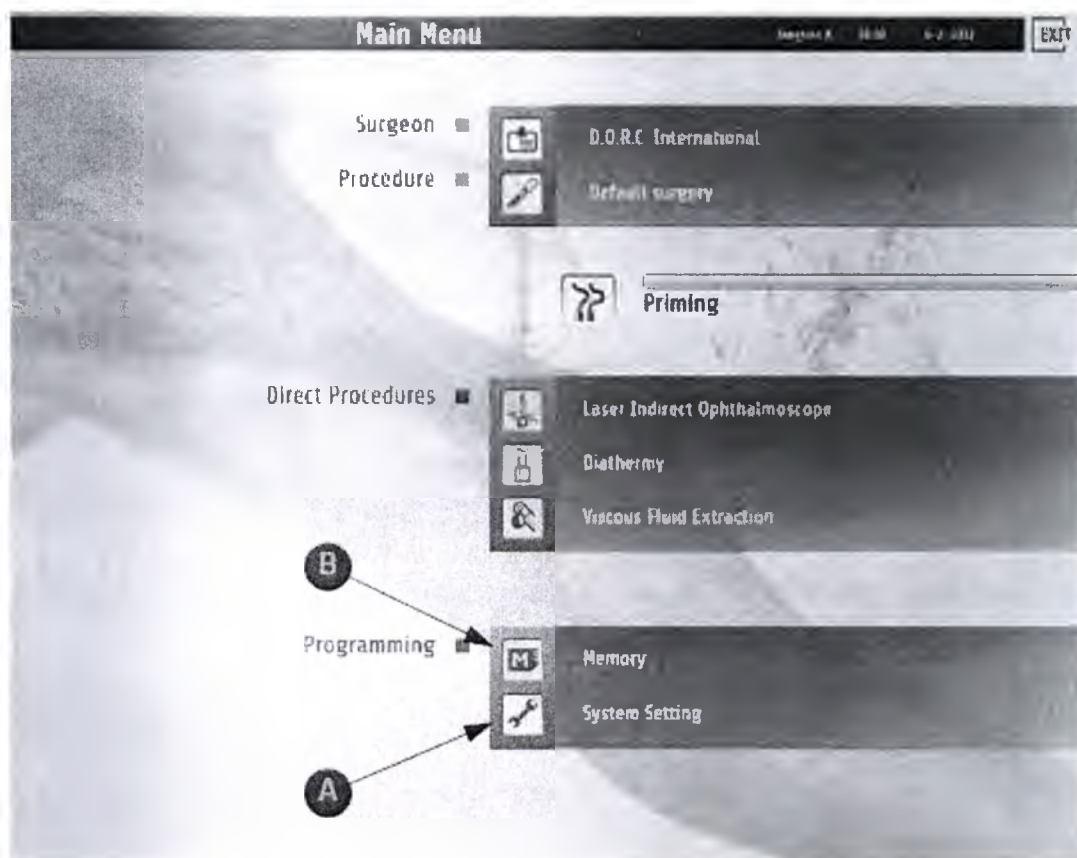

Рис. 116: Главное меню
В главном меню (рис. 116) вы можете выбрать следующие два меню настроек:
1. В главном меню прикоснитесь к SYSTEM SETTINGS (СИСТЕМНЫЕ НАСТРОЙКИ) (см. рис. 116).